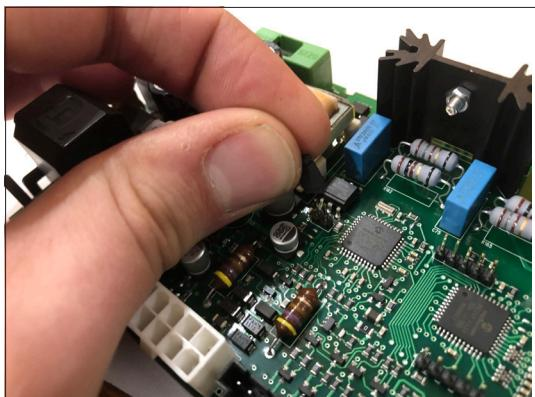

Figure 4.3, Cavalier en plastique retiré
4. Tirez vers le haut pour retirer le cavalier en plastique et exposer les 2 broches de contact individuelles situées en-dessous. Ceci change la fonction du module de contrôle pour passer du système à tirage naturel au système à tirage mécanique Power Vent (Figure 4.3).